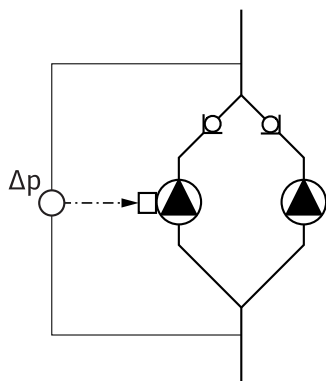

Fig. 13: Példa, nyomáskülönbség-jeladó csatlakozása
- A Fig. 13 ábrán látható példában a fő szivattyú az áramlási irány szerinti bal oldali szivattyú. Ehhez a szivattyúhoz kell csatlakoztatni a nyomáskülönbség-jeladót.
A fő szivattyú nyomáskülönbség-jeladója mérési pontjainak az ikerszivattyús telep szívó- és nyomóoldalán lévő adott gyűjtőcsőben kell lennie (Fig. 13).